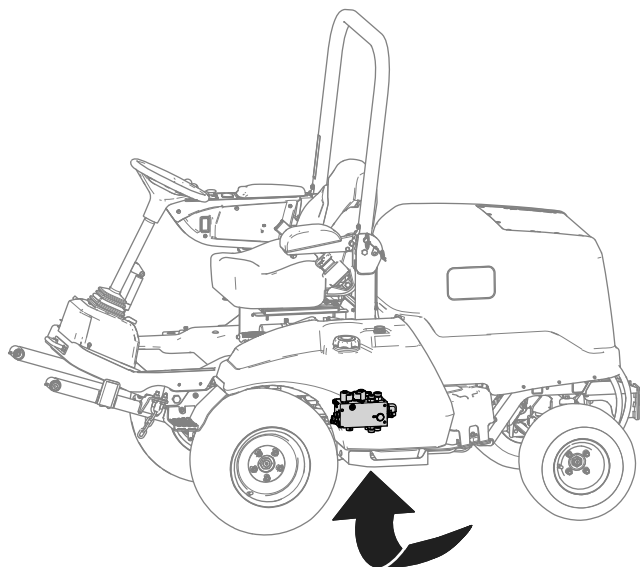

Figura 8
- A. Mettete una bacinella di spurgo sotto il collettore idraulico (mostrato in Figura 8).